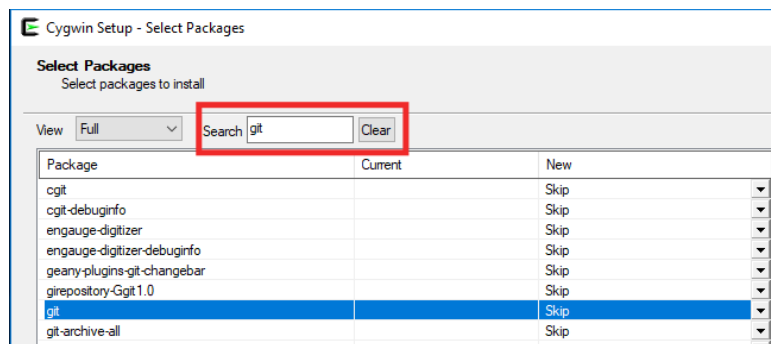

Figura 106. Búsqueda del paquete `git`
- Busque el paquete `git` en el cuadro de **búsqueda** (Figura 106).